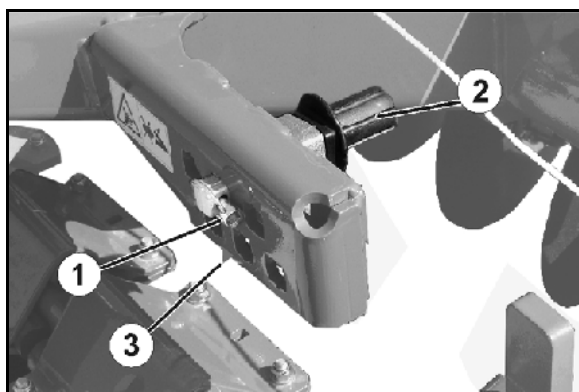

Fig. 38
Para ello hay 6 ranuras disponibles (Fig. 38).
3. Soltar el pasador clavija (Fig. 38/1).
4. Insertar el bulón excéntrico (Fig. 38/2) en la ranura de inserción correspondiente.
- La posición preferida de acople con clavija está marcada con una flecha (Fig. 38/3).